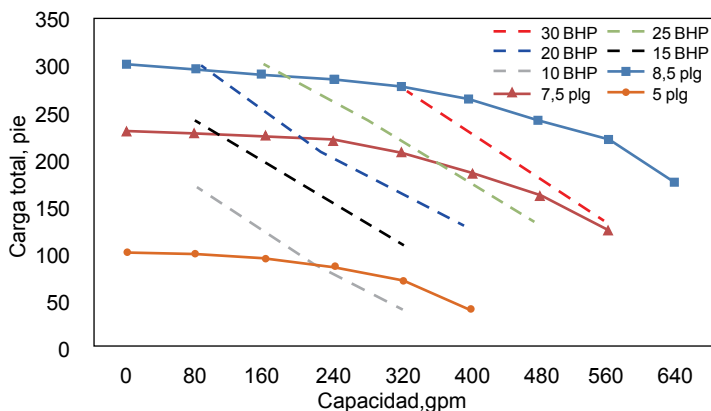

Figura 41. Curva de la bomba para problemas propuestos.
1. Teniendo en cuenta la figura 41, determine cómo cambian la capacidad, la carga y la potencia al freno (B. H. P.) cuando se pasa de 5" a 7.5" de diámetro de impulsor. Sugerencia: seleccione un punto de carga y capacidad para el diámetro menor, vaya en diagonal hacia el punto de máxima eficiencia y lea el rendimiento en el corte con la curva de diámetro 7 ½".